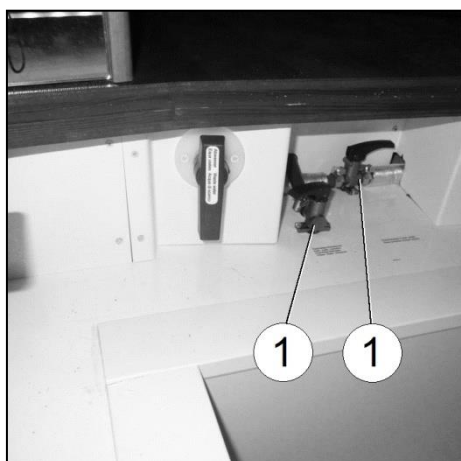

Fig. 125 Robinet de vidange (ouvert)
- Placer le culbuteur (Fig. 125/1) du robinet de vidange horizontalement ou verticalement. Ne pas le tordre ! Le fait de tordre le culbuteur risque d'endommager le robinet de vidange et va le rendre non étanche. En cas de non-respect, la garantie Carthago prend fin.
1. Fermer le robinet de vidange. Pour cela, placer le levier à bascule (Fig. 125/1) horizontalement.
3. Ouvrir le robinet de vidange. Pour cela, placer le culbuteur (Fig. 125/1) verticalement. Ainsi, le chauffe-eau est vidangé vers l'extérieur.